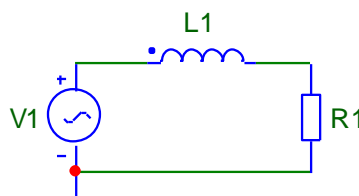

Рисунок 2 – Упрощенная эквивалентная схема включения люминесцентной лампы
Для задания определенной величины переменного тока может использоваться дроссель с заданной индуктивностью. В качестве примера рассматривается дроссель, ограничивающий ток через люминесцентную лампу (рис. 2). Лампа моделируется резистором R1.
2.2. Нарисовать в схемном редакторе схему рис. 2. Задать в источнике напряжения V1 амплитуду синусоидального сигнала A, соответствующую действующему значению  $U_{RMS}=230$  В. Индуктивность дросселя L1 и сопротивление резистора R1 установить в соответствии с расчетом п. 2.1. Далее исследовательские пункты с помощью моделирования в среде программы Micro-Cap.